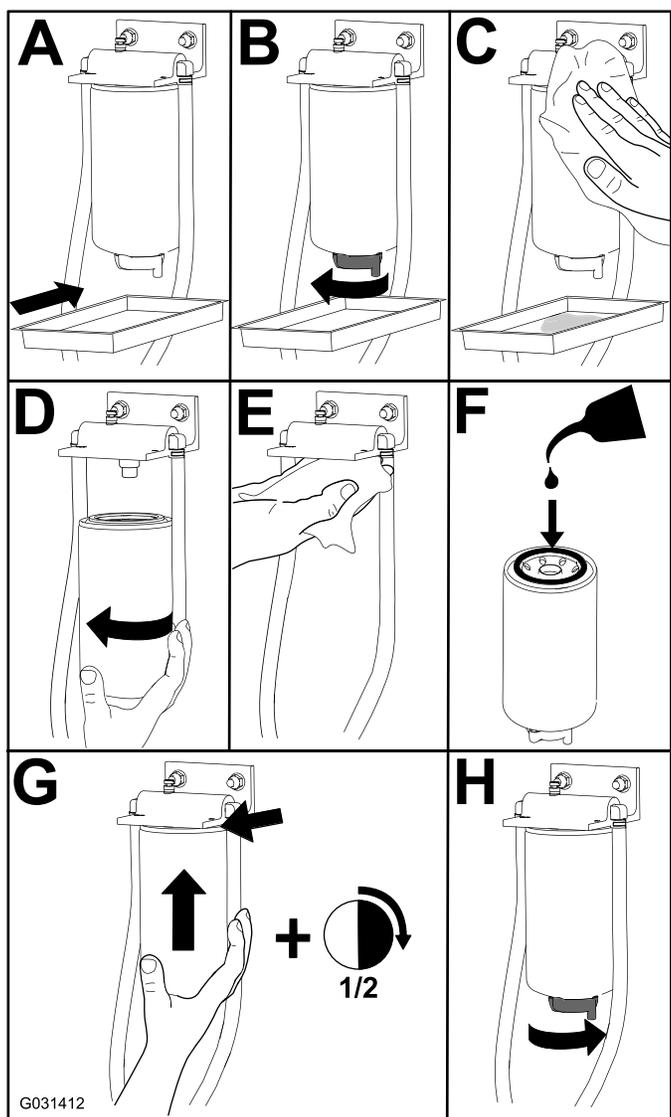

Figura 120
1. Sostituite il filtro come illustrato nella Figura 120.